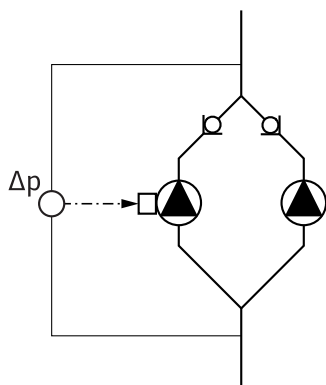

Fig. 18: Primer, priključitev senzorja diferenčnega tlaka
- V primeru na Fig. 18 je glavna črpalka v smeri toka leve črpalke. Na tej črpalci priključite senzor diferenčnega tlaka.
- Merilna točka senzorja diferenčnega tlaka glavne črpalke mora biti v vsaki zbirni cevi na sesalni in tlačni strani dvojne prečrpovalne naprave (Fig. 18).